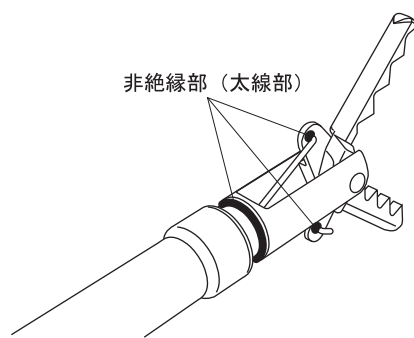

図4
(14) 本製品の金属部が術者・介助者に触れた状態で通電しないこと。本製品のハンドルが濡れている状態で通電しないこと。術者・介助者が熱傷をするおそれがある。
(15) 患者が、導電体に触れないようにすること。術者・介助者は、絶縁性のある防水性手袋を着用すること。挿入部が絶縁されていない処置具と同時に使用しないこと。患者の皮膚に触れている状態では、通電しないこと。患者の衣服が濡れた状態では、通電しないこと。本製品の金属部が術者・介助者に触れた状態で通電しないこと。本製品のハンドルが濡れている状態で通電しないこと。体腔内の組織に付着している粘液を吸引してから通電すること。先端部と内視鏡先端の金属部が接触した状態で通電しないこと。挿入部のチューブに切れや剥がれがある場合には使用しないこと。熱傷を起こすおそれがある。
(16) 挿通しにくい場合は、本製品を無理に押込まないこと。内視鏡が損傷するおそれがある。
(17) 本製品がわん曲部に引っ掛かって挿通しにくい場合は、本製品を無理に押込まないこと。
(18) 先端部の爪を閉じた状態で、内視鏡からゆっくり引き抜くこと。内視鏡が損傷するおそれがある。
(19) 先端部の爪が開閉しにくい場合および爪が開かない場合は、内視鏡のわん曲角を戻し、爪を閉じた状態で、内視鏡から引き抜くこと。それでも何らかの理由で爪が閉じない場合は、A コードを外し爪を内視鏡鉗子口の開口部付近まで戻し、組織を傷つけないように注意しながら、内視鏡と高周波はさみ鉗子を一緒にゆっくりと引き抜くこと。引き抜いた本製品の点検を行い、異常がある場合には使用を中止すること。
- (20)使用中に、切れ味が悪くなったり、断線、接触不良等で切れなくなった場合は、使用を中止し、内視鏡からゆっくりと引き抜き、あらかじめ準備してある予備の本製品や A コード、高周波電源装置と交換すること。
- (21)組織の付着や炭化などにより、先端部の爪が開かなくなった場合には、内視鏡からゆっくりと引き抜き、軟らかい歯ブラシや滅菌ガーゼなどを使用して、先端部に付着した組織などを除去すること。それでも、何らかの理由で爪が開かない場合には、使用を中止し、あらかじめ準備してある予備の本製品と交換すること。
- (22)先端部全体が内視鏡の視野に入った状態で通電すること。高周波処置により熱くなった先端部が内視鏡先端部に触れると、内視鏡を損傷するおそれがある。
- (23)先端部には絶縁性のコーティングが施している。ただし、高周波処置などによりコートが剥離したり、コーティングに極めて小さな孔（ピンホール）が存在したりすることもあり、絶縁性を保証するものではない。また、先端部周囲が体液などにより濡れていると、その体液などを介して導電部から電流が流れるおそれがあるので、絶縁性のコーティング面であっても組織に接触させた状態で通電すると、穿孔や熱傷を起こすおそれがある。
- (24)爪を開いた状態では、通電しないこと。先端部の爪を開いた状態にすると、爪の内側や先端部の非絶縁部が露出する。その状態で通電すると、非絶縁部が組織に触れて、穿孔や熱傷を起こすおそれがある。（図 4）